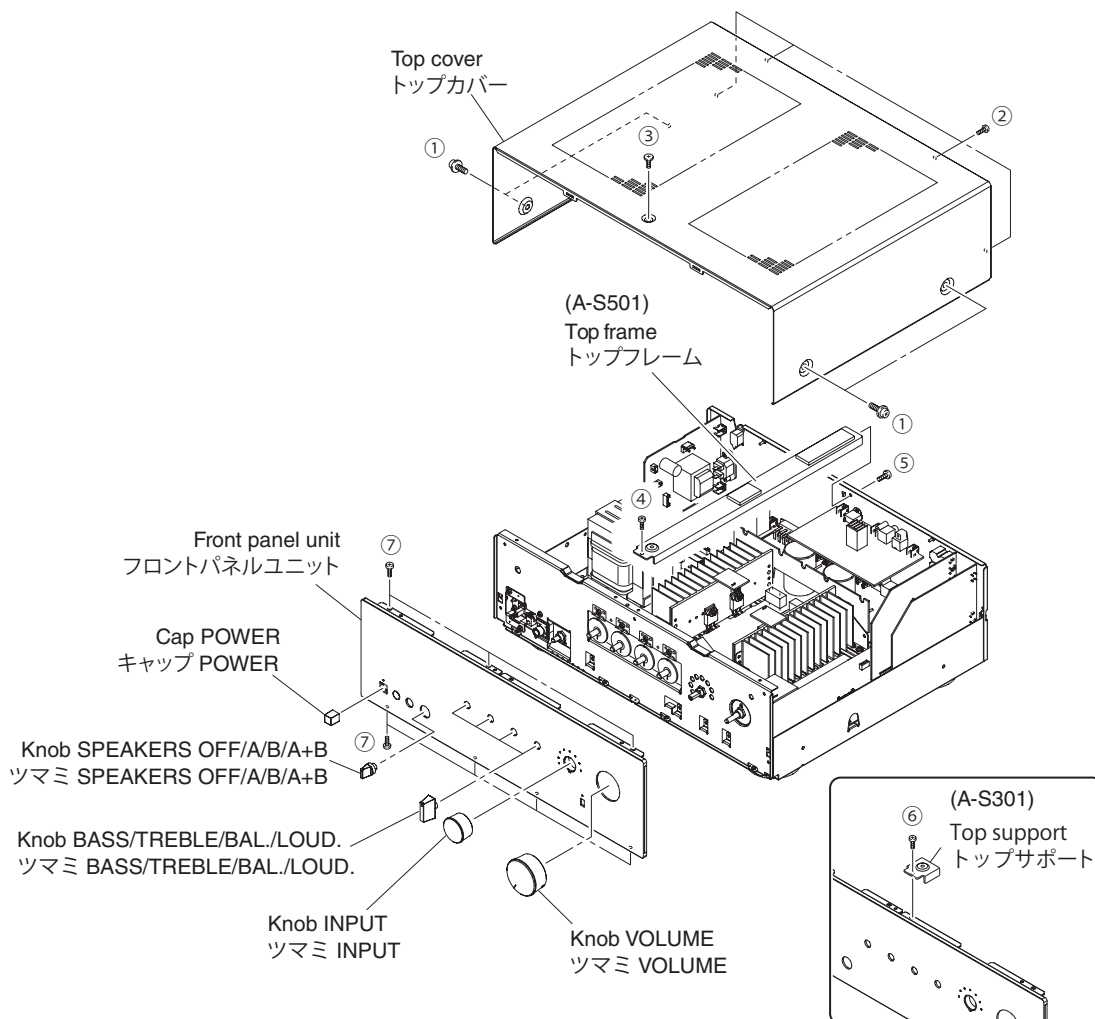

Fig. 1
- a. Remove 4 screws (①), 4 screws (②) and screw (③). (Fig. 1)
- b. Remove the top cover. (Fig. 1)
Remove screw (④), screw (⑤) and then remove the top frame.(Fig. 1)
Remove screw (⑥) and then remove the top support. (Fig. 1)
- b. Pull out the knobs and cap. (Fig. 1)
- c. Remove 7 screws (⑦). (Fig. 1)
- d. Remove the front panel unit. (Fig. 1)
- a. ①のネジ4本、②のネジ4本、③のネジ1本を外します。(Fig. 1)
- b. トップカバーを取り外します。(Fig. 1)
④のネジ1本、⑤のネジ1本を外し、トップフレームを取り外します。(Fig. 1)
⑥のネジ1本を外し、トップサポートを取り外します。(Fig. 1)
- b. ツマミ、キャップを取り外します。(Fig. 1)
- c. ⑦のネジ7本を外します。(Fig. 1)
- d. フロントパネルユニットを前方へ取り外します。(Fig. 1)